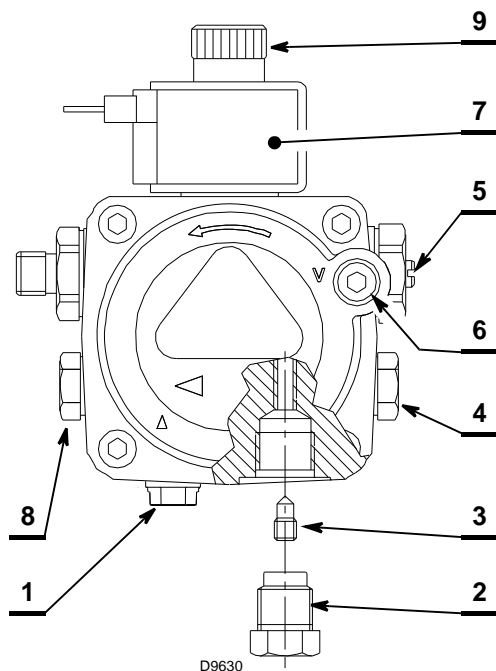

Fig. 9
- La bomba (Fig. 9) está prevista para funcionar en bitubo.
Es suficiente aflojar el racor del vacuómetro 6) (Fig. 9) hasta que salga combustible.